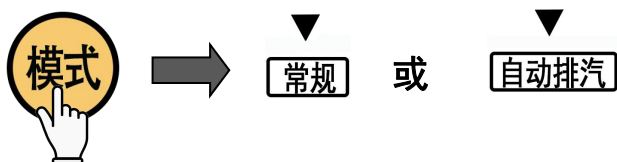

图 14
④快速冷却设置：可在按“启动”键前或灭菌程序结束前按下“快速冷却”键进行设置。选择此功能，机器将在排汽时启动快速冷却风扇加速排汽。
⑤模式选择：可切换常规或者自动排汽模式（图14）。（仅适用于【自动排汽型】）